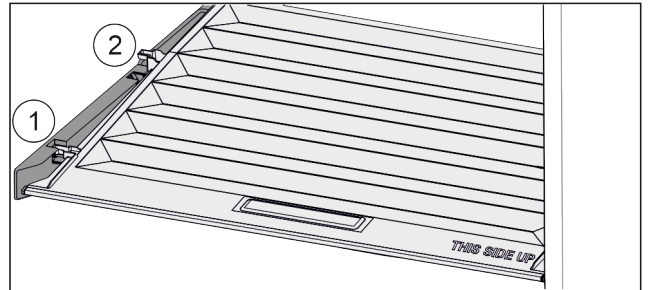

Fig. 106
- ▶ Deckel bis zur Öffnung in den Halteteilen nach vorne ziehen Fig. 106 (1).
- ▶ Hinten von unten anheben und nach oben wegnehmen Fig. 106 (2).